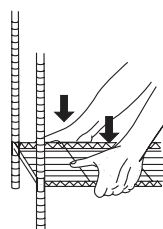

Fig. 3
5. Une fois les quatre montants insérés à travers les coins troués, mettez le rayonnage debout et poussez fermement l'étagère du bas sur les fixations [Fig. 3].